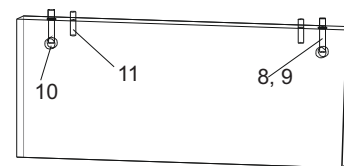

Рис.2
- В детали 1,2,3 вставить эксцентрики 10 стрелками к торцевым отверстиям и в торцевые отверстия на деталях 2,3 шканты 11 согласно рис.2. К детали 5 прикрутить опоры 7 саморезами 13 (для этого на нижней стороне детали 5 есть 12 сверлений диаметром 2.5мм).